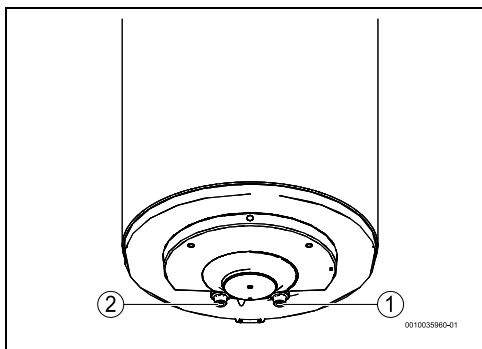

Fig. 11
- ▶ Închideți armătura de închidere a apei (→ Fig. 11, [5]).